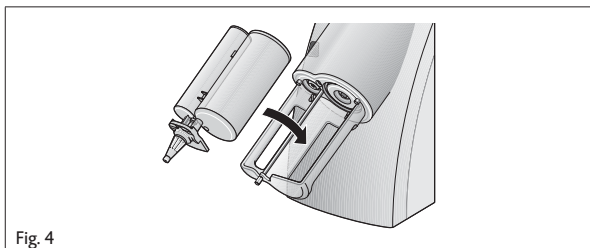

Fig. 4
- 4. Kartusche in den MixStar-eMotion einsetzen (Fig. 4). Ein kurzes akustisches Signal bestätigt das korrekte Einsetzen der Kartusche.